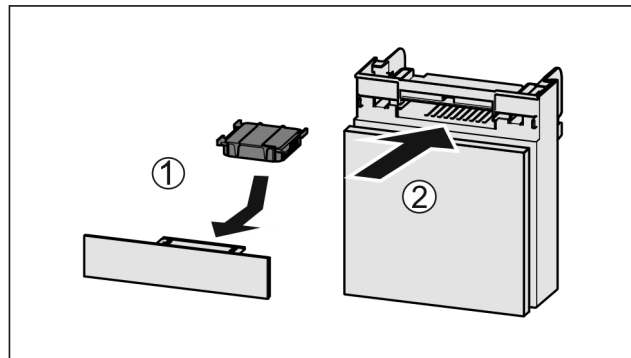

Fig. 40
- Inserire il vano Fig. 40 (2).